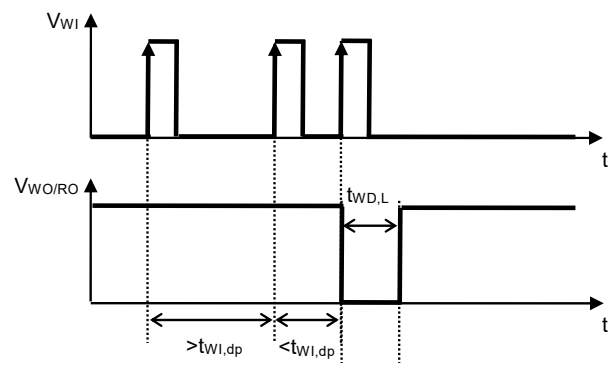

図8 ウォッチドッグダブルパルス検出時間
- *3. ウォッチドッグタイマがトリガの検出を開始してから、 $t_{WI,dp}$ 経過前までに再びトリガを検出し、WO / RO端子出力が "L" に変化するまでの時間 (図8参照)。この値は C_{DLY} で変更可能です。